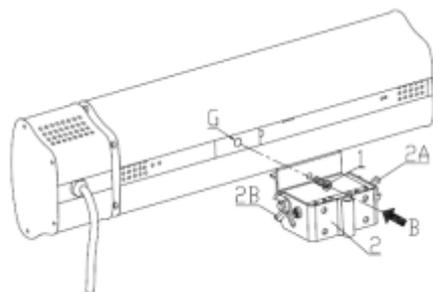

Рис. 3
4. ОПИСАНИЕ ИНФРАКРАСНОГО ОБОГРЕВАТЕЛЯ (РИС. 3)
4. Присоедините крепеж согласно инструкции, показанной на рис. 3, 4, 5 к корпусу обогревателя.